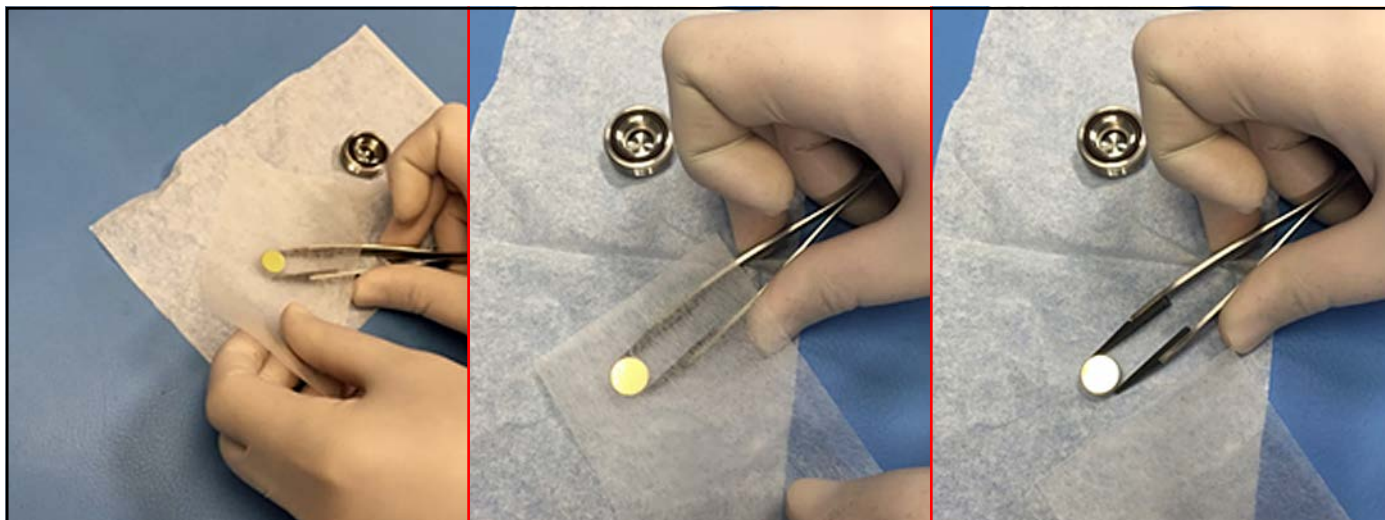

図 95: 汚れた鏡の清掃
7. 湿らせたレンズ用ティッシュを鏡の上に置き、先端がプラスチックのピンセットで鏡を保持しながら（下の図 95 を参照）、鏡の表面でレンズ用ティッシュを横方向に引きます。鏡表面に液滴や筋が残らないようにします。